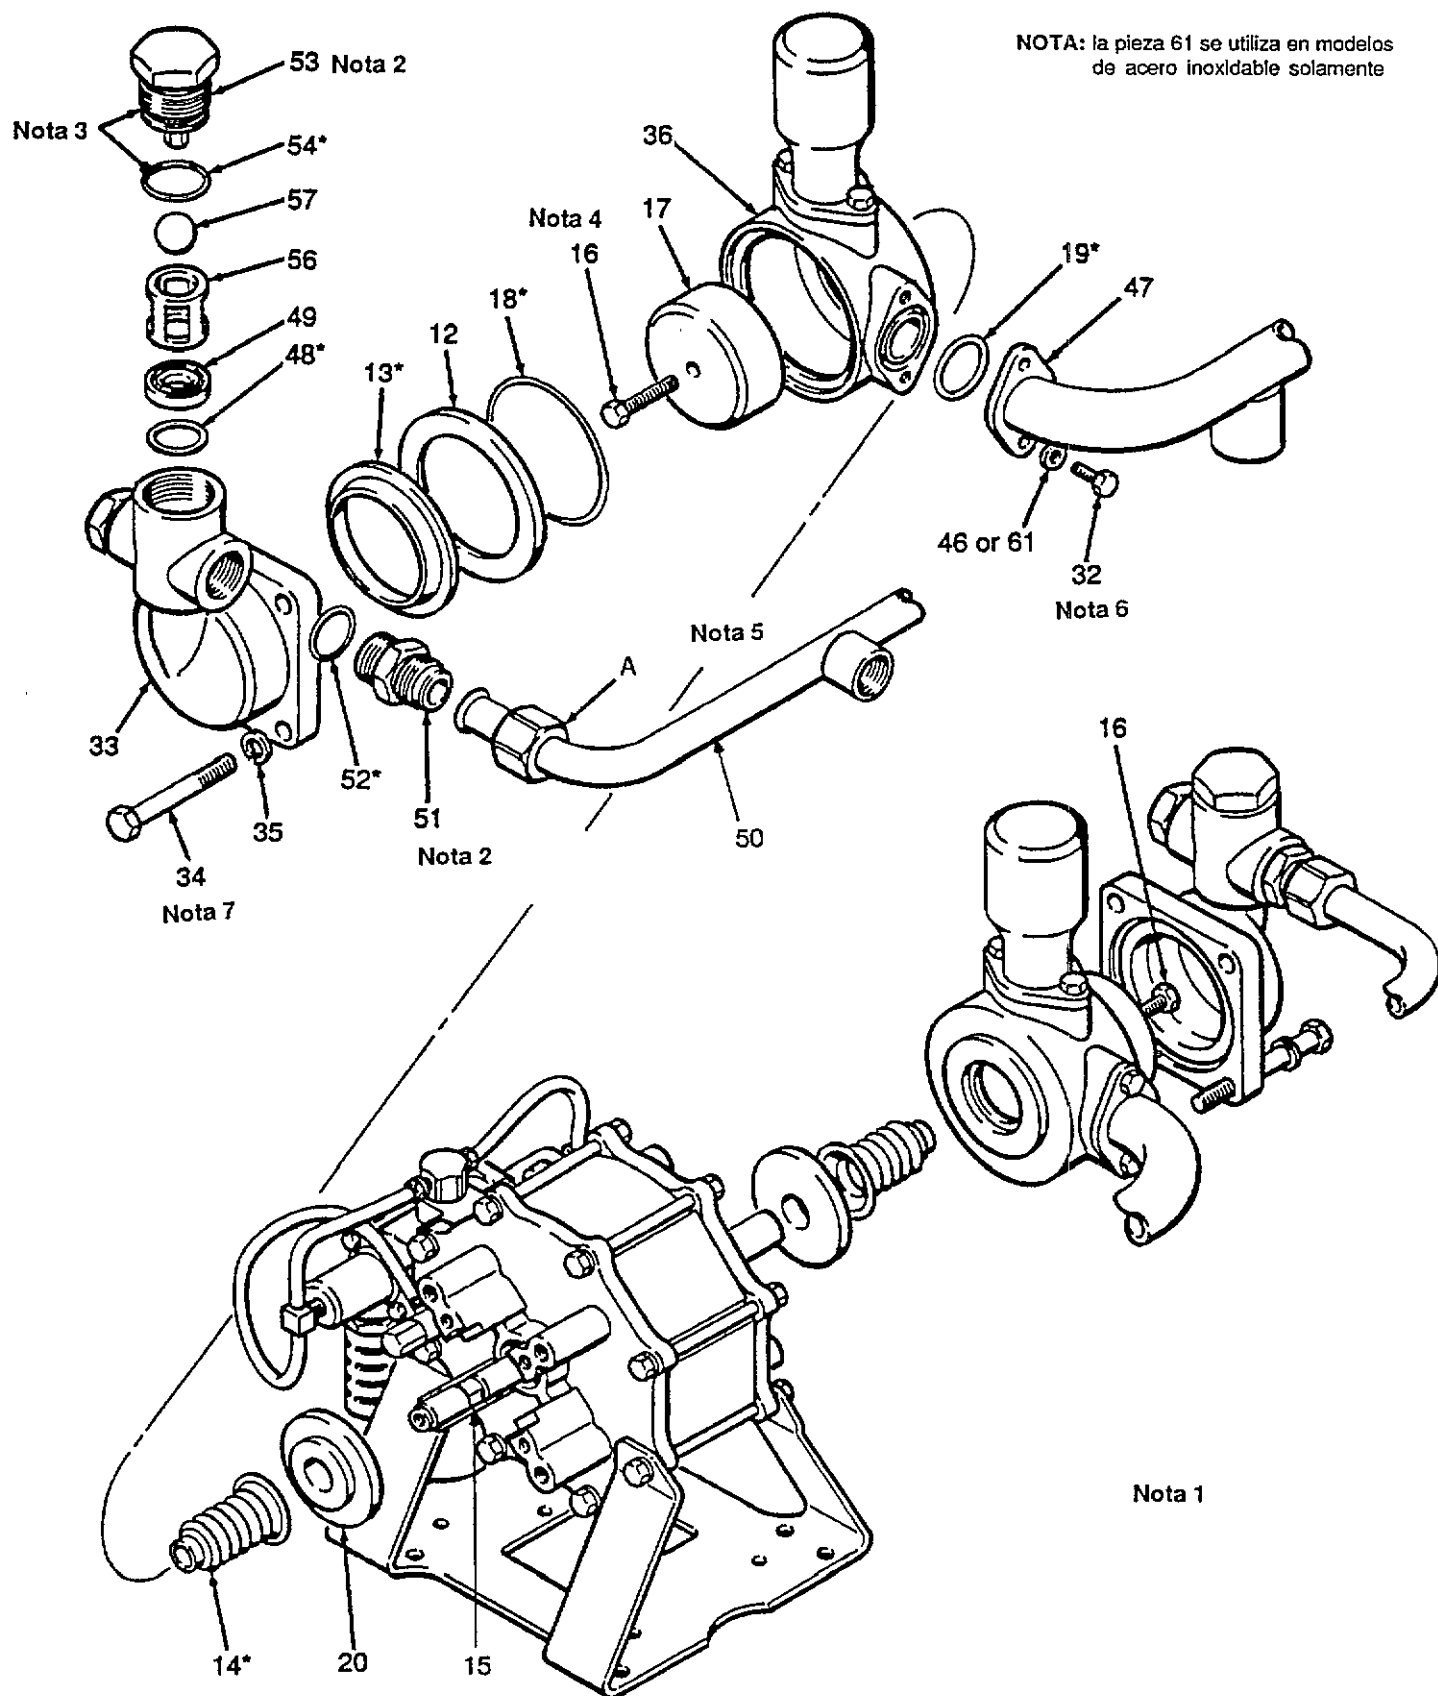

Fig. S-1
3. Retirar el sombrerete (53) de cada lado del alojamiento de salida (33). Ver la Figura S-1.
4. Extraer la bola (57), guíabolas (56), asiento de válvula (49) y junta tórica (48\*) de cada lado del alojamiento de salida.
2. Aflojar las tuercas del tubo (A) y retirar el colector de salida (50). Desenroscar los conectores (51). Ver la Figura S-1.
3. Sacar los tornillos (34), arandelas retén (35), alojamiento de salida (33), junta del pistón (13\*) y placa retén (12). Repetir la operación en el otro lado de la bomba.
4. Tomando el tornillo (16) de uno de los lados de la bomba, extraer el tornillo del lado opuesto de la bomba, utilizando un encaje y una barra.
5. Retirar el pistón (17) tomándolo con las manos y balanceándolo para liberarlo del fuelle (14).
6. Sacar los tornillos (32), arandelas (46 ó 61) y colector de entrada (47).
7. Retirar el alojamiento de admisión (36), fuelle (14\*) y placa retén (20).
8. Tomando las caras planas del eje del pistón (15) con una llave, extraer el tornillo restante (16).